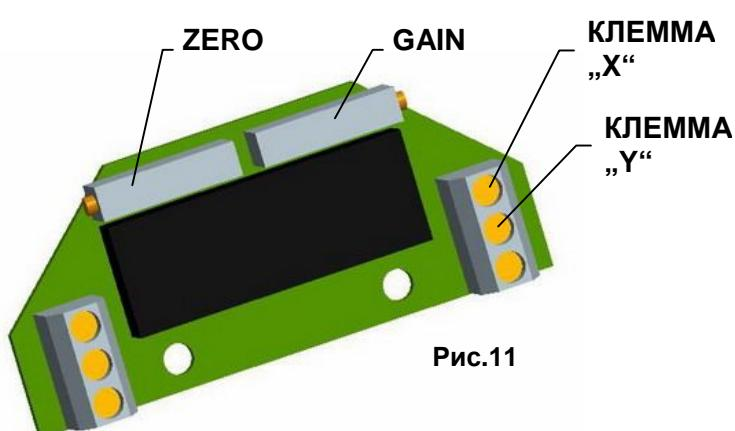

Рис.11
4.6.2 EPV - 3-проводниковое включение (рис.11)
- Установите датчик сопротивления на основании инструкций в предыдущей главе так, что величину сопротивления измеряйте на клеммах X-Y (рис.11). (употреблен датчик с сопротивлением 2000W или 100W).
- Поворачиванием устанавливающего триммера ZERO (рис.11) установите величину выходного сигнала тока, измеряемого на клеммах 81-82, на величину 0 мА или 4 мА.
- Поворачиванием устанавливающего триммера GAIN (рис.11) установите величину выходного сигнала тока, измеряемого на клеммах 81-82, на величину 20 мА или 5 мА.